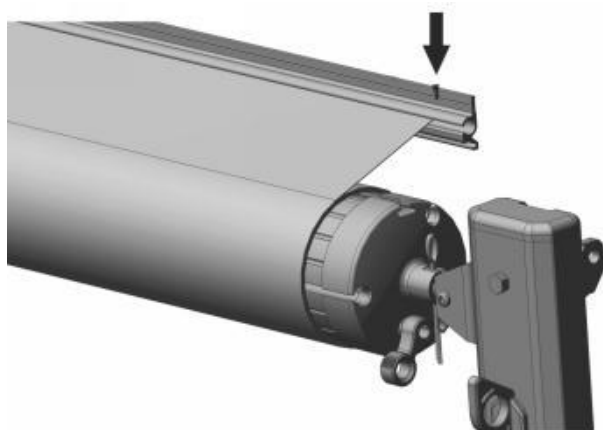

Figura C18
3.8 Aprire e chiudere la tenda da sole 2-3 volte per consentire al tessuto e al meccanismo di assestarsi naturalmente (vedere le istruzioni per l'uso). Verificare che tutte le viti siano fissate e che la tenda da sole funzioni correttamente, quindi fissare la vite B su entrambi i lati per impedire al tessuto di muoversi (Figura C18).